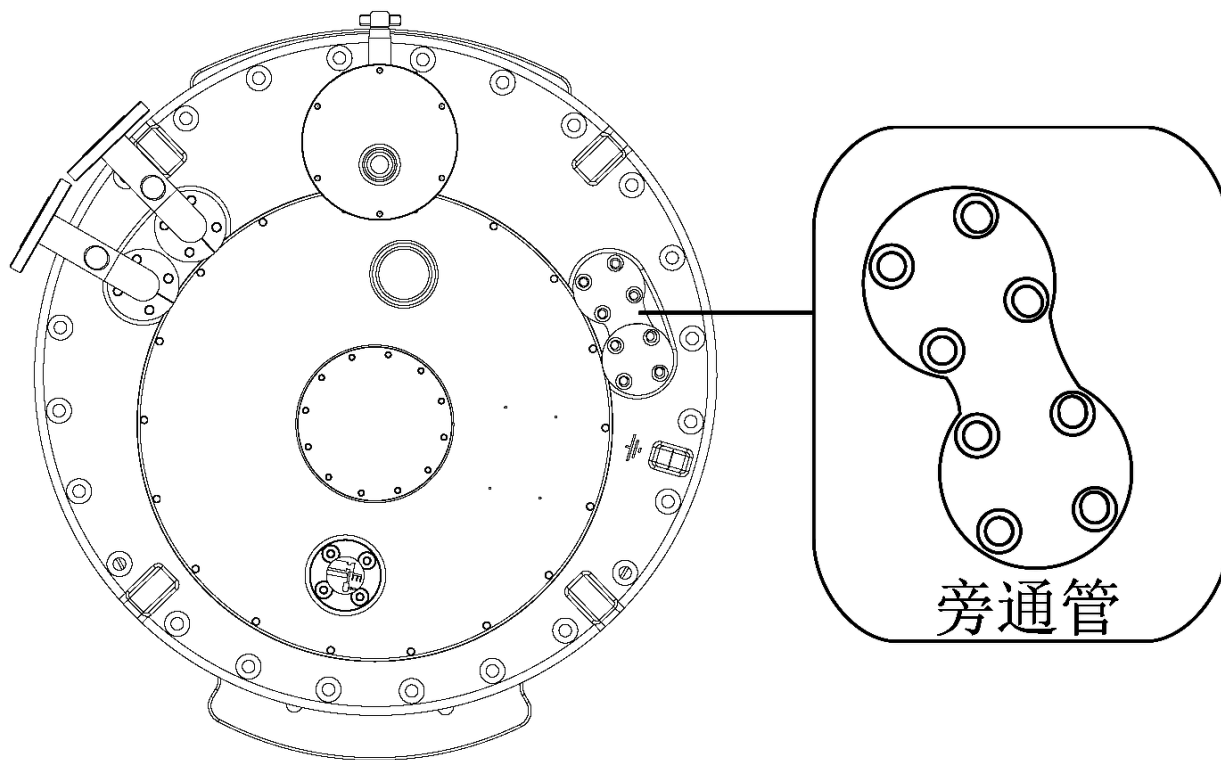

图 7-2 管接头在开关头上的位置
- 分接开关头上的管接头 R 和 Q（见图 7-2）接上连通管，内径至少 50mm 接入煤油蒸汽。